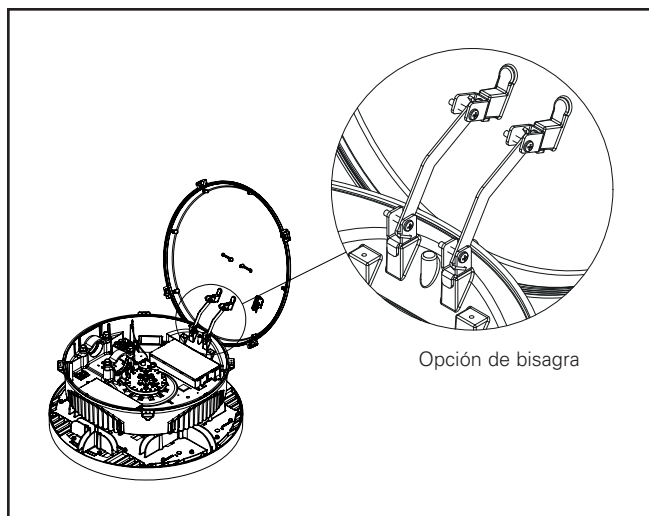

Figura 2.
Nota: La cubierta está atada con una cadena de seguridad de 12 pulgadas a menos que la luminaria tenga una opción de bisagra. La opción de bisagra se muestra en (Figura 2.)
5. Verifique que la luminaria esté nivelada (el indicador de nivel provisto como opcional dentro de la luminaria, vea la Figura 2). Apriete las cuatro abrazaderas de manera uniforme y a 35 pies lbs.
Nota: Nota: la cubierta está atada con una cadena de seguridad de 12 pulgadas a menos que la luminaria tenga una opción de bisagra. Opción de bisagra Figura 2 mecánica.